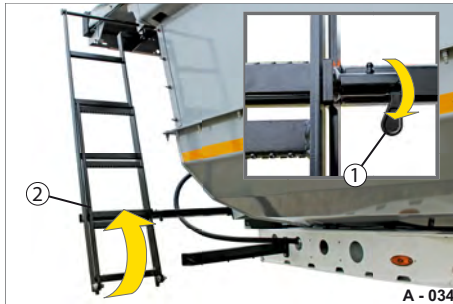

Abb. 44 Klappteil eingeklappt
- ▶ Klappen Sie das Klappteil (Abb. 44/2) vorsichtig hoch.
- ▶ Schwenken Sie den Sicherungsstift (Abb. 44/1) nach unten.